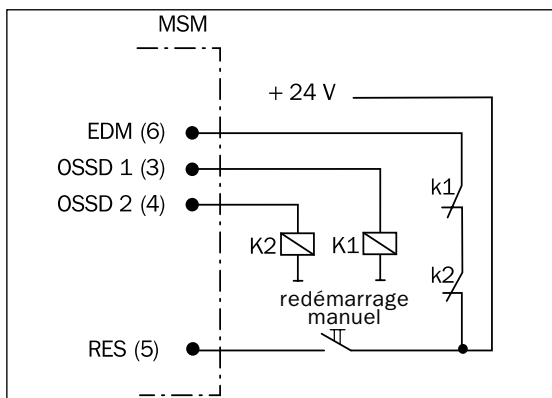

Fig. 9: Schéma de câblage avec la fonction de dégivrage intégrée
**Remarque** Il est recommandé d'utiliser le verrouillage de redémarrage interne du MSL selon le schéma suivant (fig. 9).